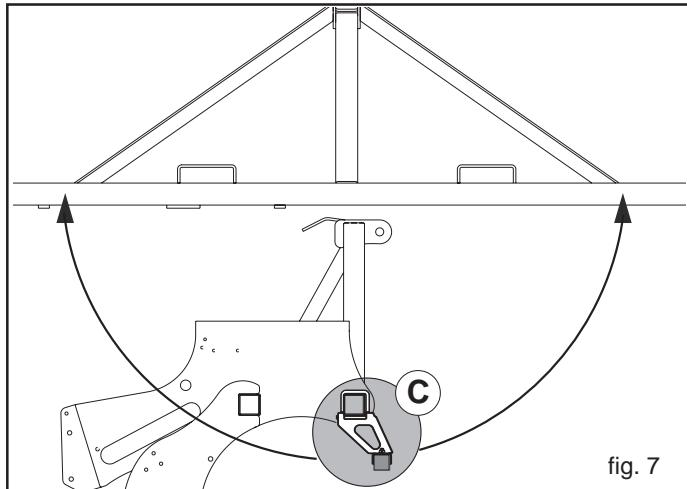

fig. 7
- En correspondance des supports (C, de Fig. 7), monter les palques de j'appuie (G) comme indiqué en Figure 8. Faire de l'attention au correct montage de la palque: